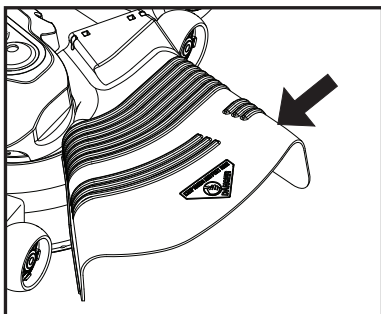

Fig. 23
**PRECAUCIÓN:** No opere la segadora sin, ya sea, el recogedor de césped completo en las segadoras así equipadas o con la protección contra la descarga en su lugar (Vea Fig. 23).